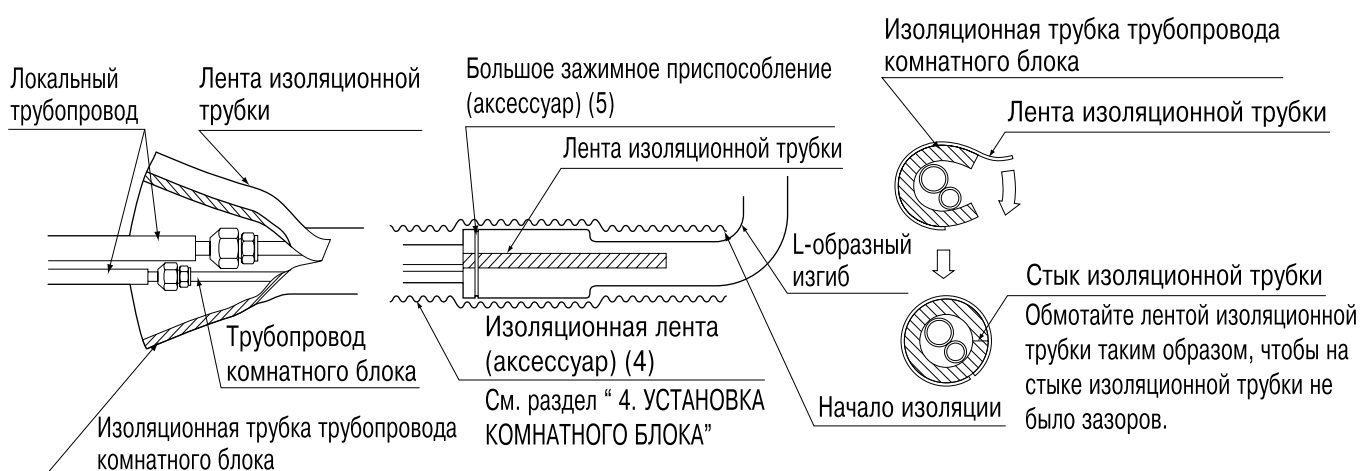

Рис. 15
- После проверки, нет ли утечек газа, обязательно заизолируйте соединения труб с использованием дополнительных изоляционных трубок и изоляционная лента (4). изоляционная лента (4) необходимо намотать от L-образного изгиба по всему участку до его окончания внутри блока. (См. рис. 15)